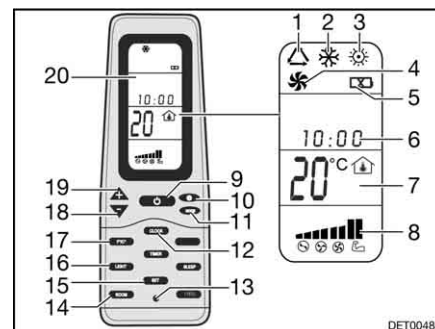

Fig. 119 Télécommande
- Appuyer sur la touche ON/OFF (Fig. 119,9).
- Appuyer sur la touche "Mode" (Fig. 119,11) autant de fois que nécessaire pour que le mode de fonctionnement souhaité (Fig. 119,1, 2, 3 ou 4) s'affiche à l'écran (Fig. 119,20).
- Régler la température désirée à l'aide des touches "+" (Fig. 119,19) et "-" (Fig. 119,18).
- Sélectionner le niveau de ventilation souhaité à l'aide de la touche de vitesse du ventilateur (Fig. 119,10).